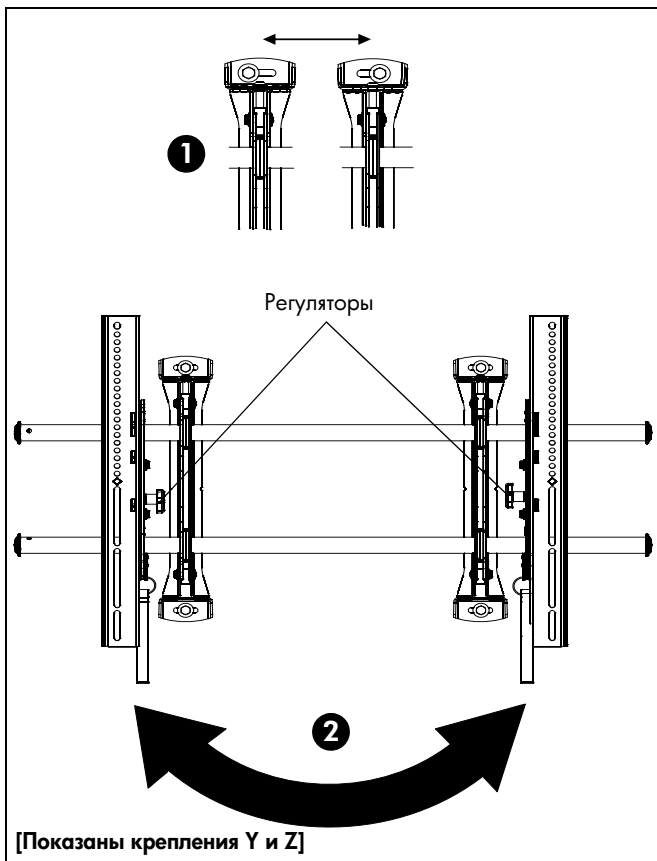

рис. 5
1. Кронштейны можно сдвинуть горизонтально в ту или другую сторону относительно точки крепления. (См. рис. 5)
2. Левый и правый соединительные кронштейны (W и X или Y и Z) можно поменять местами, используя регуляторы, расположенные с внутренней стороны соединительных кронштейнов (Y и Z) модели LTM. (См. рис. 5)